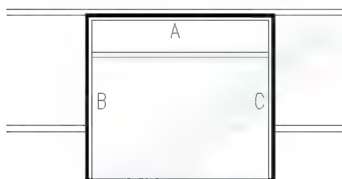

图 4.27 偏移生成中横框
(4) 绘制中横框：用【偏移】命令将 A 线向下偏移 520mm 后，再向下偏移 80mm，结果如图 4.27 所示。